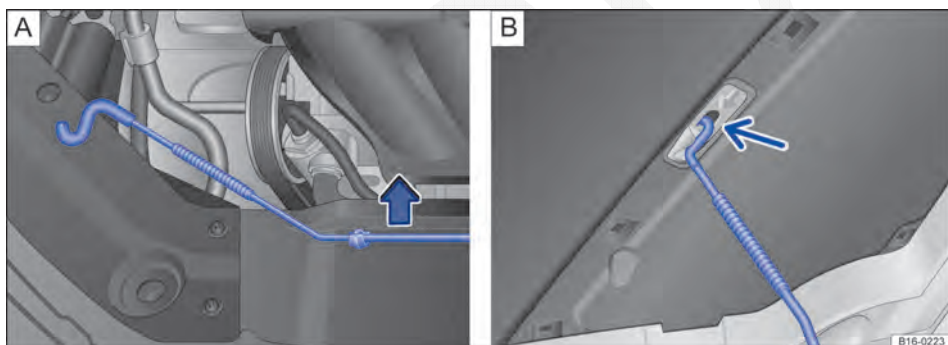

Fig. 188 **A** Suporte da haste de sustentação da tampa no compartimento do motor. **B** Tampa do compartimento do motor aberta.
- Retirar o apoio dobrável do suporte no sentido da seta ⇒ **Fig. 188** **A** e encaixá-lo na abertura na tampa do compartimento do motor ⇒ **Fig. 188** **B** (seta).
- Desenganchar o apoio dobrável e travá-lo no suporte no fecho ⇒ **Fig. 188** **A**.